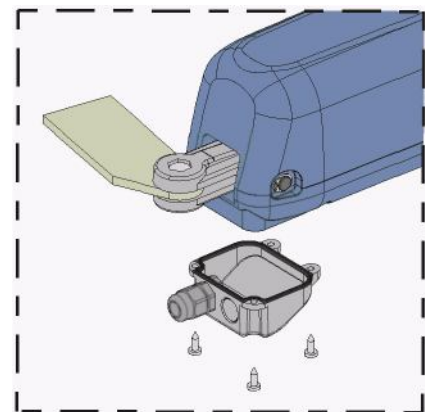

Рис. 16
- 4) Выполнив соединения, крышку закрепляют с помощью четырех прилагаемых винтов (рис. 16).